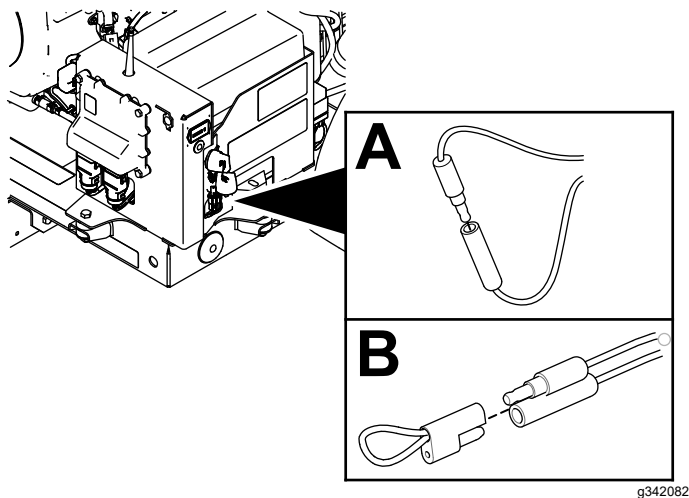

Figure 57
2. Retirez le connecteur à une broche du connecteur à une douille (Figure 57).
3. Insérez le connecteur à une broche et le connecteur à une douille dans le bouchon captif (Figure 57).